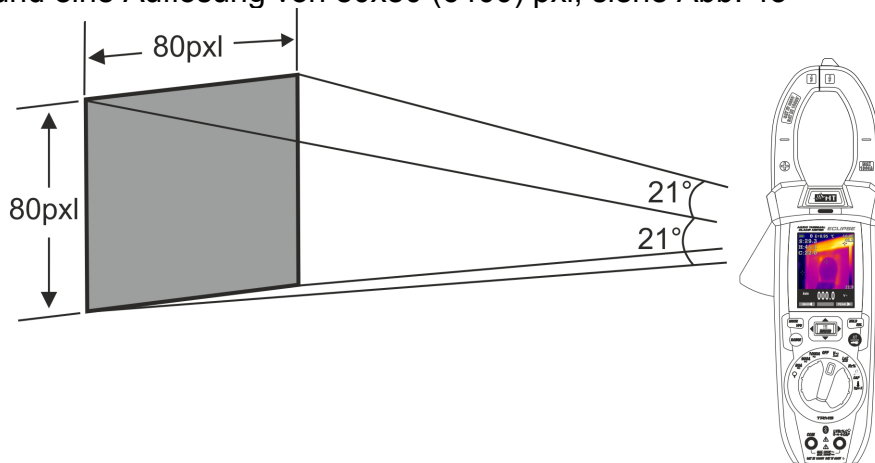

Abb. 43: Darstellung des Sichtfeldes (FOV) des Geräts ECLIPSE
7. Für genaue Temperaturmessungen, stellen Sie sicher, dass die Oberfläche des gemessenen Gegenstands immer größer ist, als die messbare Oberfläche, die durch das Sichtfeld (FOV) des Geräts gegeben ist. Das Gerät ECLIPSE hat ein Sichtfeld von $21^\circ \times 21^\circ$ und eine Auflösung von 80×80 (6400) pxl, siehe Abb. 43